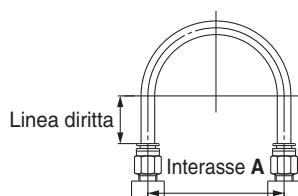

Fig. 1 Connessione raccomandata
- Per il collegamento della tubazione sul raccordo istantaneo, usare una lunghezza di tubo con un margine sufficiente in accordo con le condizioni di connessione mostrate nella Fig. 1.